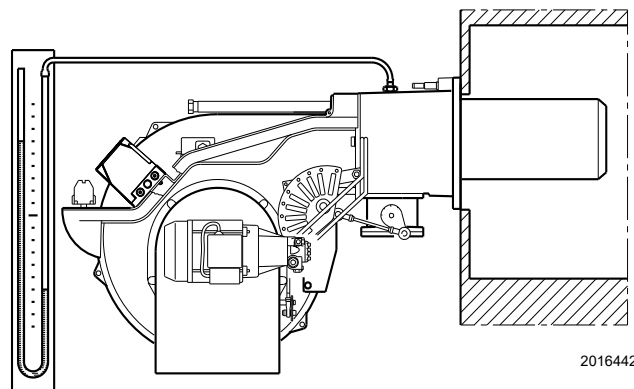

Fig. 30
- Montare un manometro a U (Fig. 30) sulla presa di pressione del gas del manicotto. Serve a ricavare approssimativamente la potenza MAX del bruciatore mediante la Tab. K.
L'arrivo del gas al manicotto è evidenziato dal manometro ad U (Fig. 30). Ad accensione avvenuta, passare alla completa regolazione del bruciatore.
A titolo orientativo può essere ricavata dalla Tab. K, a pag. 21, basta leggere la pressione del gas sul manometro a U, vedi Fig. 30, a pag. 25, e seguire le indicazioni.